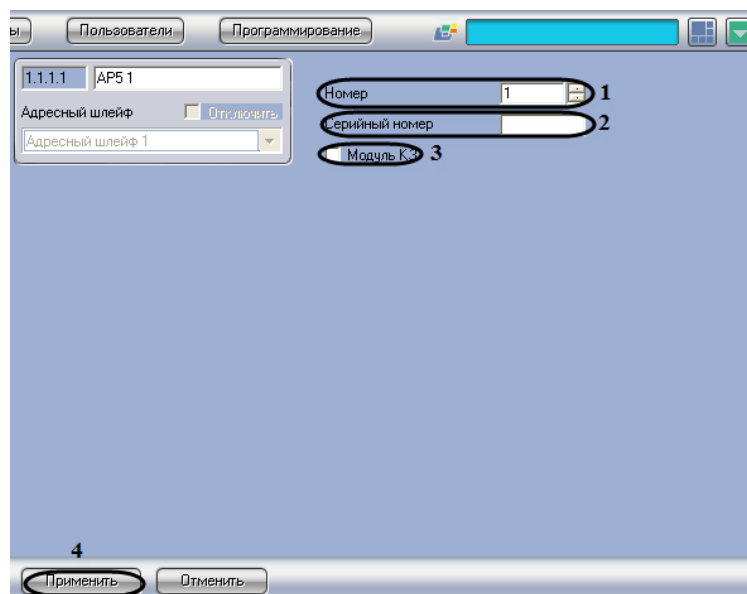

Рис. 3.5—12 Панель настроек объекта AP5
2. В поле **Номер** необходимо с помощью кнопок **вверх-вниз** ввести порядковый номер в списке устройств (см. Рис. 3.5—12, **1**).
3. В поле **Серийный номер** необходимо ввести серийный номер устройства (см. Рис. 3.5—12, **2**).